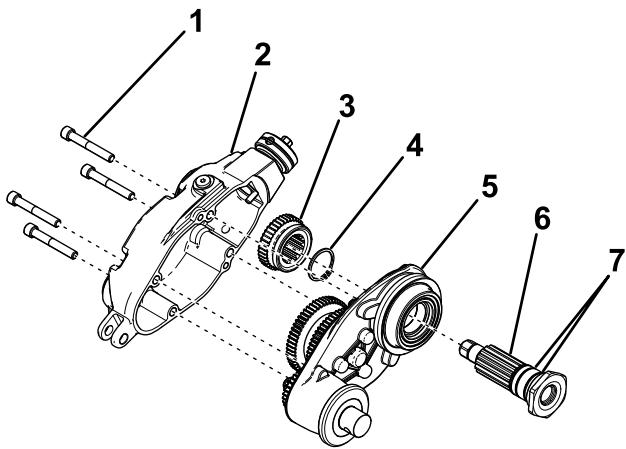

Bild 5
1. Legen Sie die zwei O-ringe auf die Antriebswelle (Bild 5).
2. Setzen Sie die neue Antriebswelle in das Groomergehäuse ein (Bild 5).
3. Befestigen Sie den vorher entfernten Halterung und das Antriebszahnrad (Bild 5).
4. Befestigen Sie die Groomerabdeckung mit den vier vorher entfernten Schrauben (Bild 5) am Groomergehäuse und ziehen sie mit 8-10 N m an.